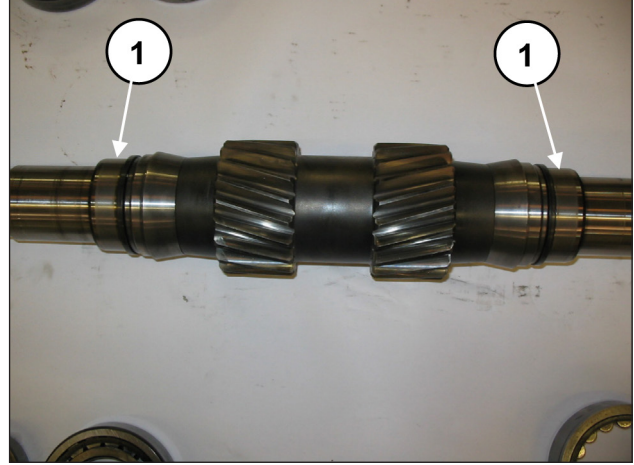

Fig. 53
Prémonter l'arbre PTO : insérer sur l'arbre PTO les 2 bagues intérieures des coussinets (une de chaque côté) (rep. ①, Fig. 53).